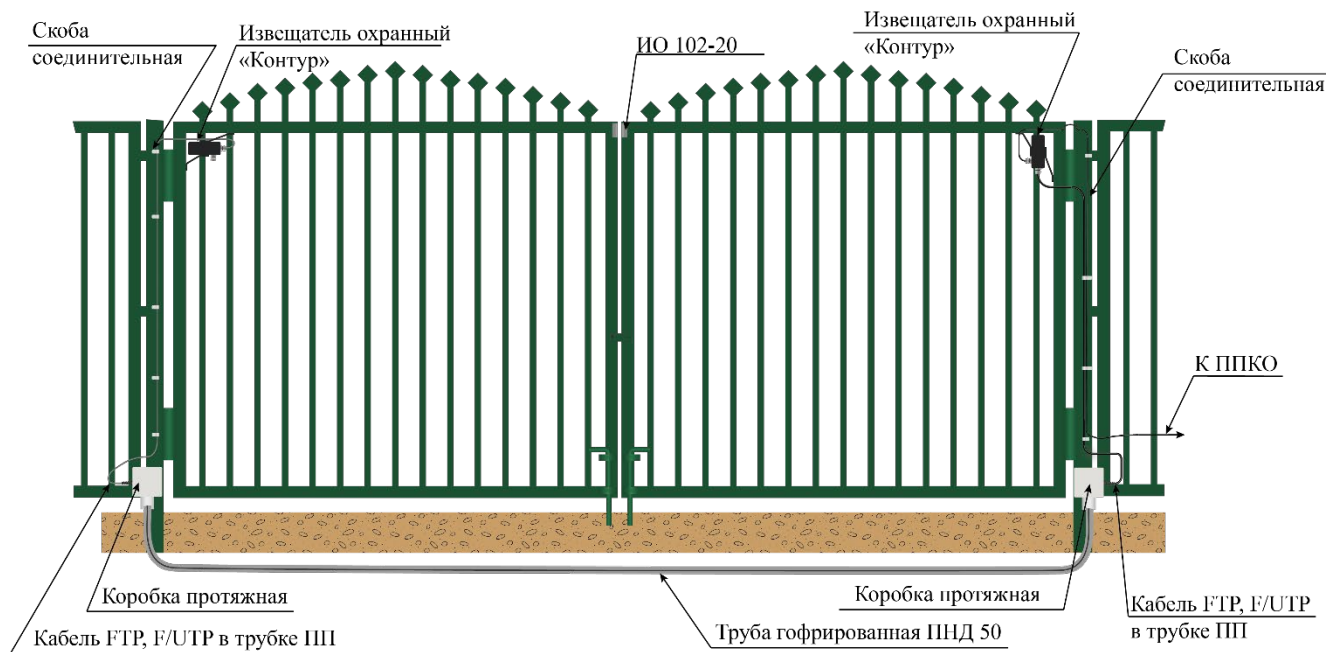

Рисунок 5 Вариант оборудования воротной группы
2.4.3.1 Извещатель располагают в углу створок ворот (рисунок 5). Монтаж производится на сварку или винтовое соединение п. 2.3.1.2.